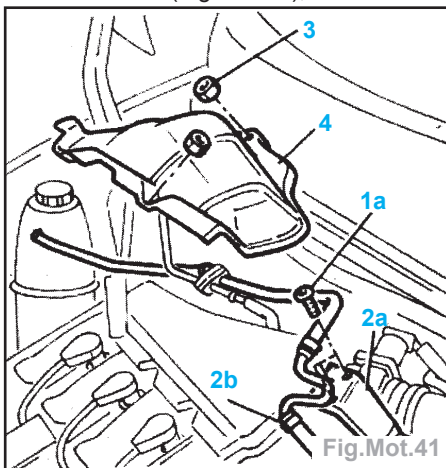

Fig.Mot.41
- la cloison pare-chaaleur du collecteur d'admission (Fig.Mot.41),